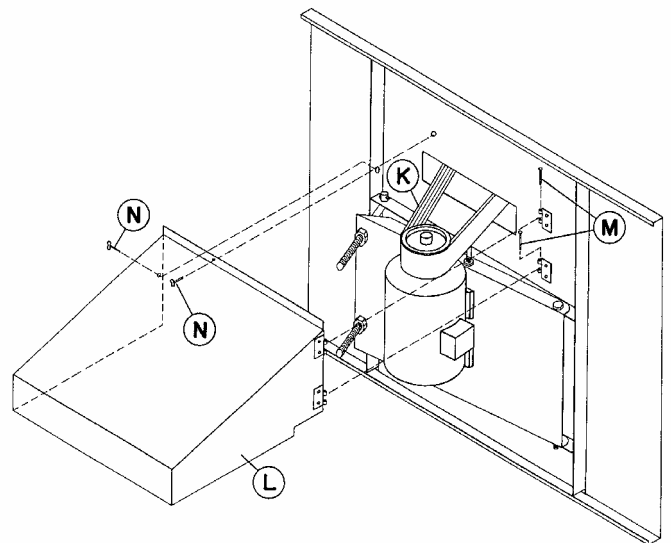

Figura 24 - Montaje de Correa y Carcasa Protectora
7. Introducir la correa de trasmisión **K** (Figura 24) alrededor de las poleas del ventilador y motor. Tensar la correa mediante las tuercas del espárrago **G**. No tensar en exceso las correas. Una deflexión de 19 mm en el centro de la correa es correcta, cuando se aplica una moderada presión con la mano.
10. Para montar la carcasa protectora del motor **L**, emparejar las bisagras y meter los pasadores **M**. (Ver figura 24).